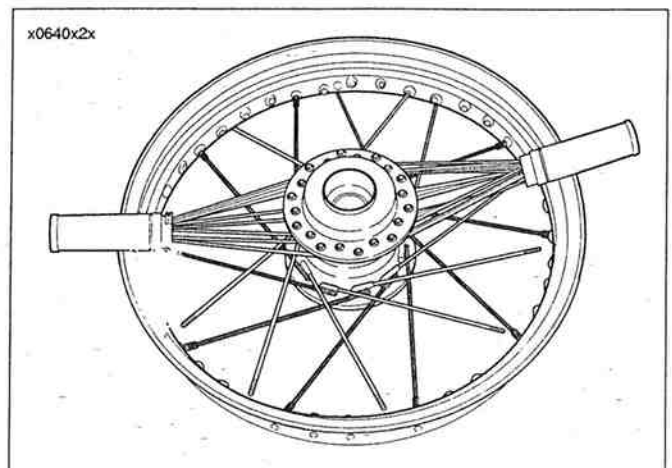

Figura 2-49. Rayos completos – exterior del reborde inferior
- Vea la Figura 2-49. Una vez que termine la instalación de rayos exteriores (cabeza corta) de la fila inferior, compruebe que haya tres agujeros vacíos entre cada rayo.